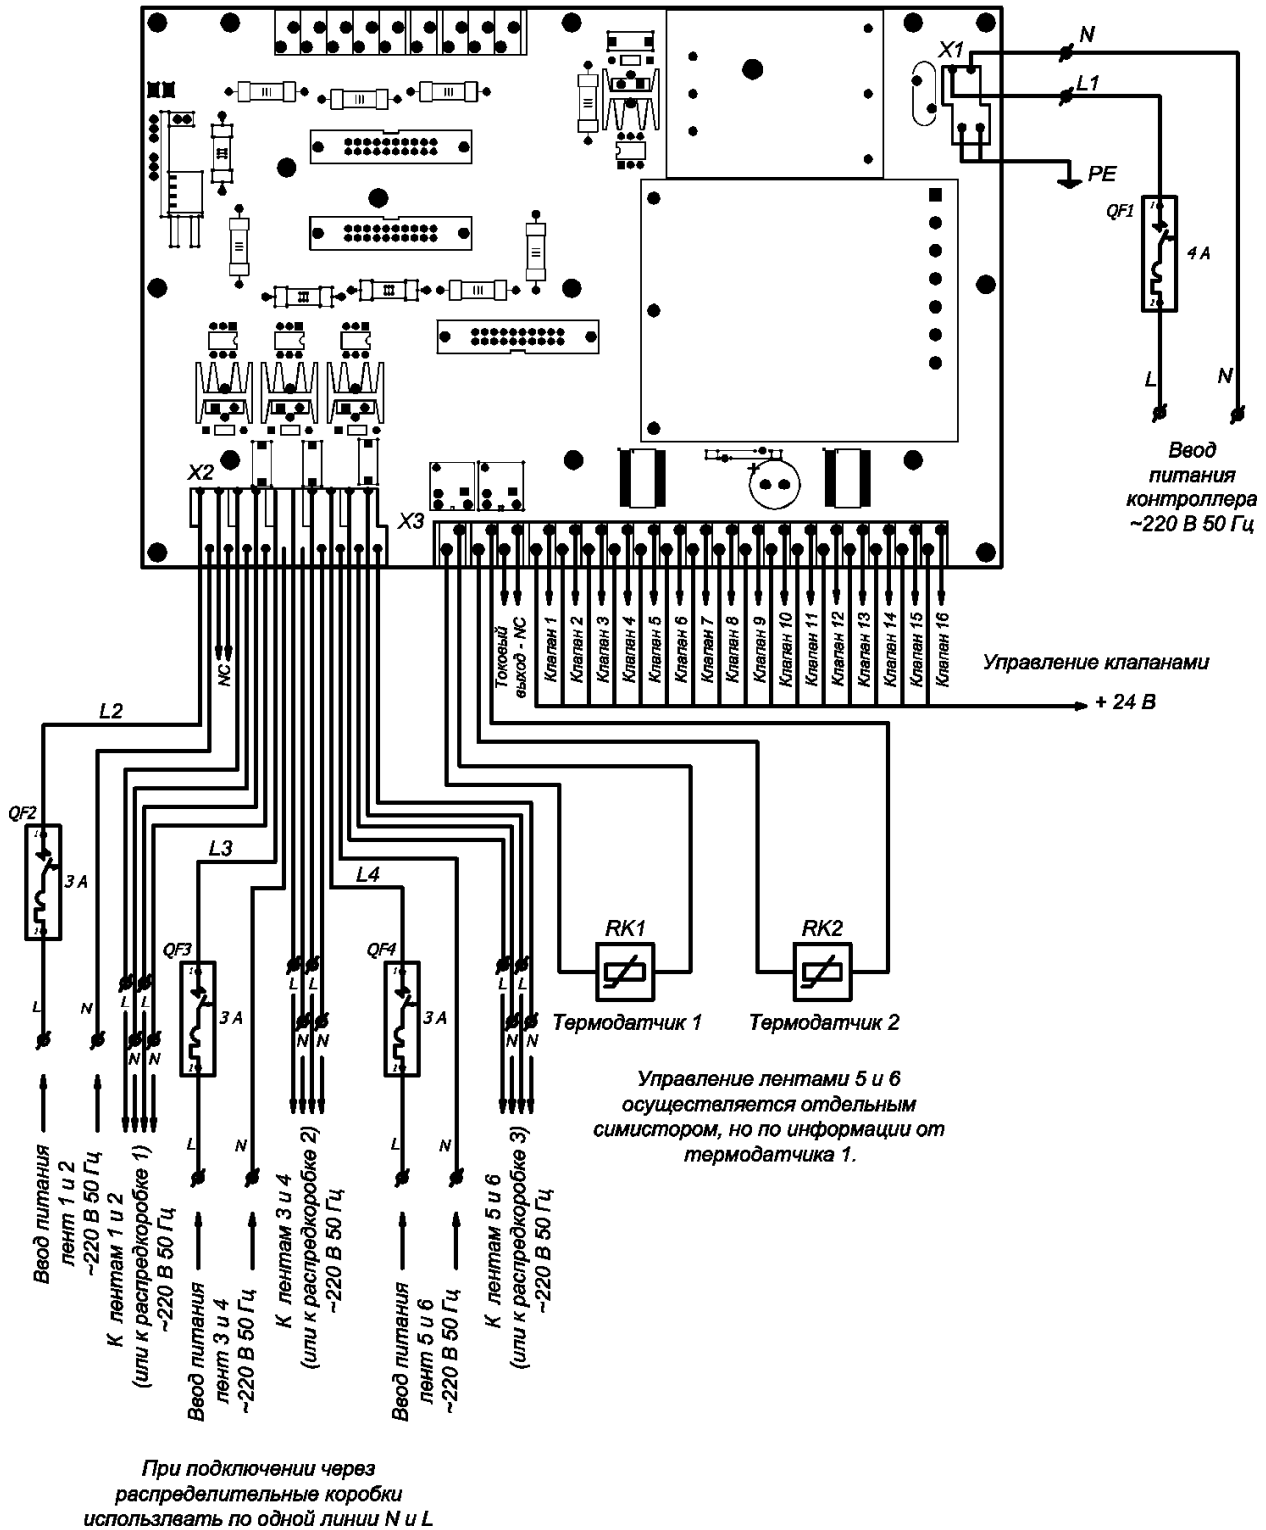

Рис.4. Схема подключения контроллера.
- подсоединить все необходимые кабели и воздушные шланги согласно схеме подключения (рис. 4);